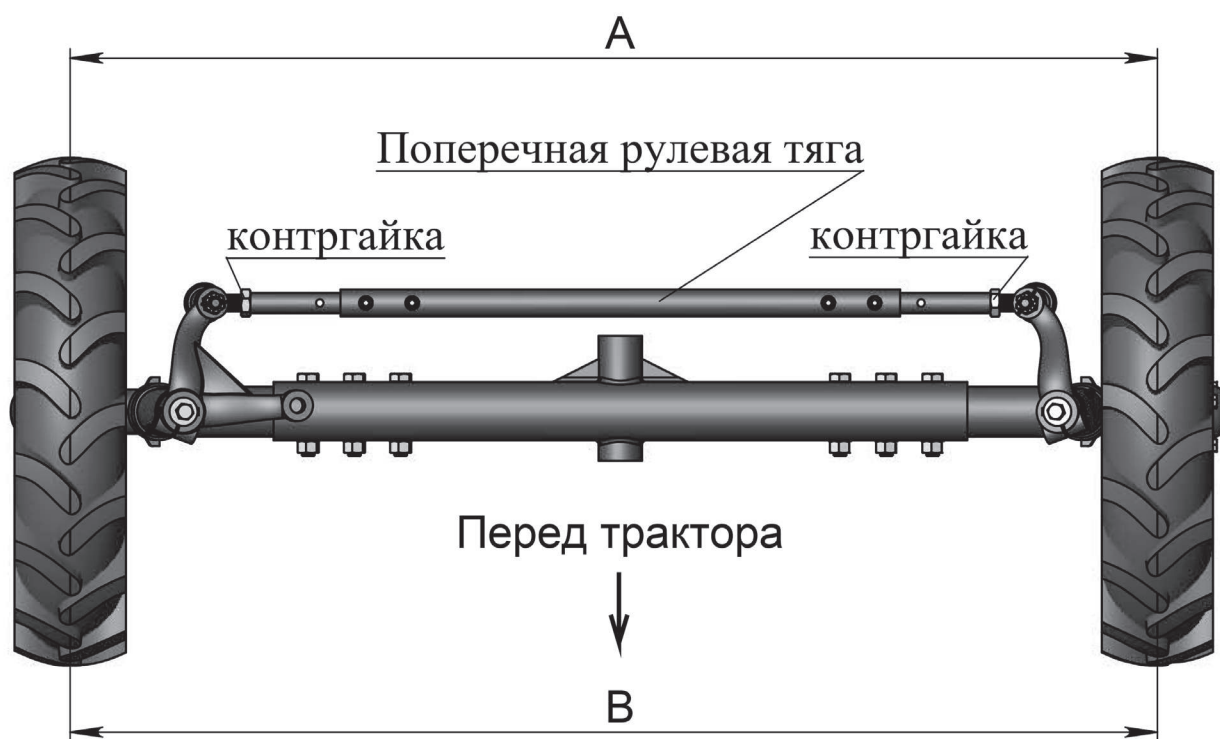

Рис. 14. Регулировка схождения передних колес
2. Измерьте переднее и заднее расстояния между двумя колесами на высоте их центров (А, В, Рис. 14).